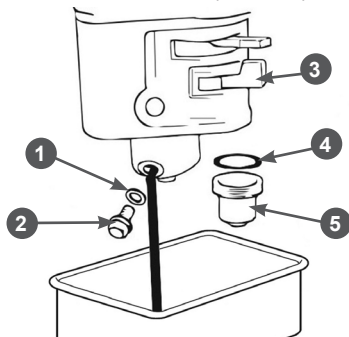

Рис. 29 Обслуживание карбюратора
1. Установите рычаг 3 топливного крана в положение «ЗАКРЫТО» (Рис. 29).
3. Открутите болт 1 сливного отверстия и слейте топливо из поплавковой камеры карбюратора (Рис. 29).
4. Открутите стакан отстойника 5, вылейте из него топливо в заранее подготовленную емкость (Рис. 29).
1. Слейте топливо из топливного бака и карбюратора (Рис. 29).